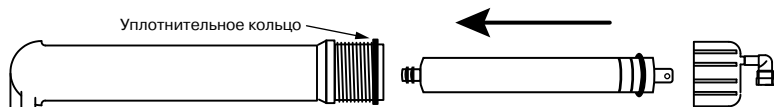

Рис. 16
1. Установите префильтр(ы). Первый префильтр (маркировка PREFILTER) уже установлен во всех моделях. В во вторую колбу (маркировка CARBON) установите угольный картридж. В третью ступень (SEDIMENT) установите механический префильтр. Картриджи, соответствующие ступеням очистки для каждой модели фильтров, перечислены в таблице на стр. 18. Для установки картриджа необходимо раскрутить колбу при помощи ключа (10). Аккуратно снимите защитную пленку с картриджа и установите его в колбу. Обратите внимание на маркировку “THIS END NEXT TO VESSEL THREADS” на верхней крышке картриджа или на указания на этикетке. Закрутите колбу вручную, без применения ключа, не прикладывая чрезмерных усилий.
2. Установите мембрану. Для этого отсоедините трубку (H) от быстроразъемного коннектора крышки мембраны. Открутите крышку колбы мембраны (маркировка MEMBRANE). Смажьте силиконовой смазкой резиновые уплотнения мембраны. Установите мембрану в корпус согласно **рис. 16**. Смажьте силиконовой смазкой уплотнение крышки колбы мембраны и аккуратно установите его на колбу. Закрутите крышку колбы мембраны и пристыкуйте трубку (H). Следите, чтобы уплотнительное кольцо крышки колбы было установлено на колбе без перекосов.